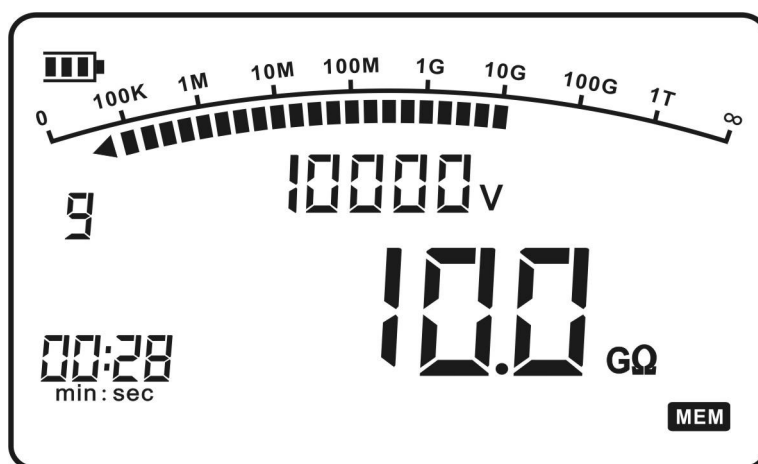

图5：查询状态显示
- 3) 按动翻页键（5）选择编号，可查询该编号测试结果（当时测试所用的电压值，测试时间以及停止测试时的阻值），见图5。